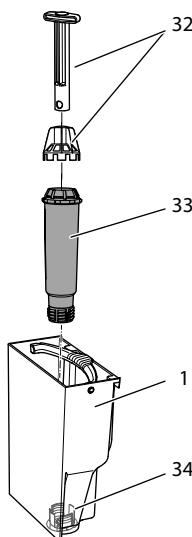

Рис. 19: Завинчивание и отвинчивание фильтра для воды
- Снимите фильтр для воды (см. Рис. 19 на стр. 281).
9. Вставьте новый фильтр в контейнер для воды (см. Рис. 19).
3. Извлеките фильтр для воды (см. Рис. 19).